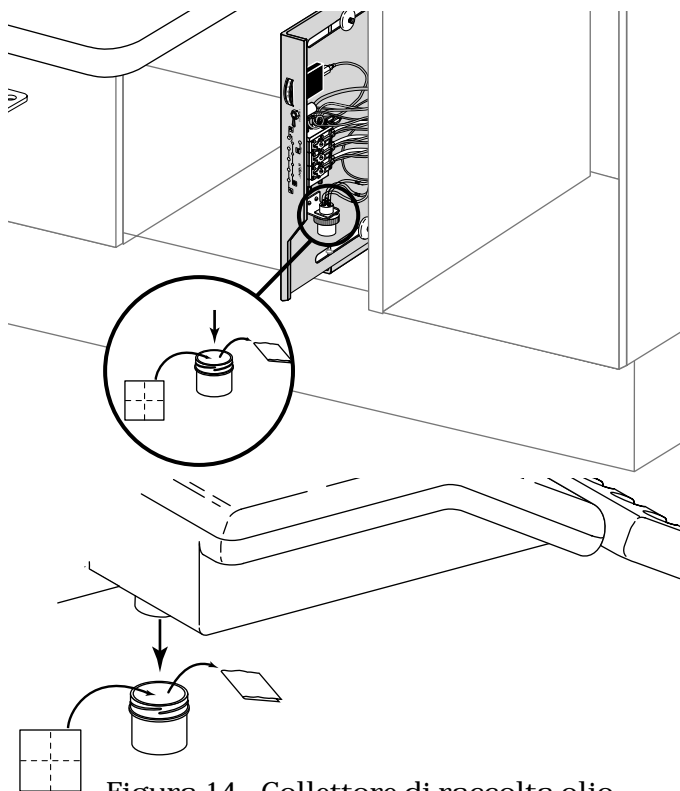

Figura 14. Collettore di raccolta olio
1. Rimuovere il bicchiere del collettore di raccolta olio dal riunito e provvedere allo smaltimento della vecchia compressa di garza (*vedere la figura 14*).